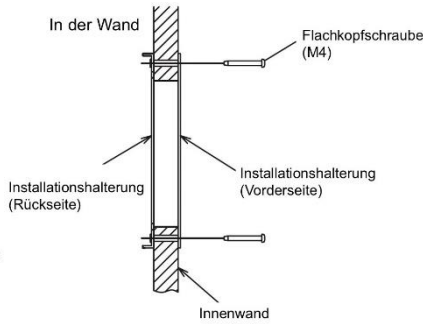

Abb. 3.4.4
- Stellen Sie bei Anbringung der Halterungen sicher, dass die vorderen und hinteren Installationshalterungen korrekt ausgerichtet sind. (Abb. 3.4.4).